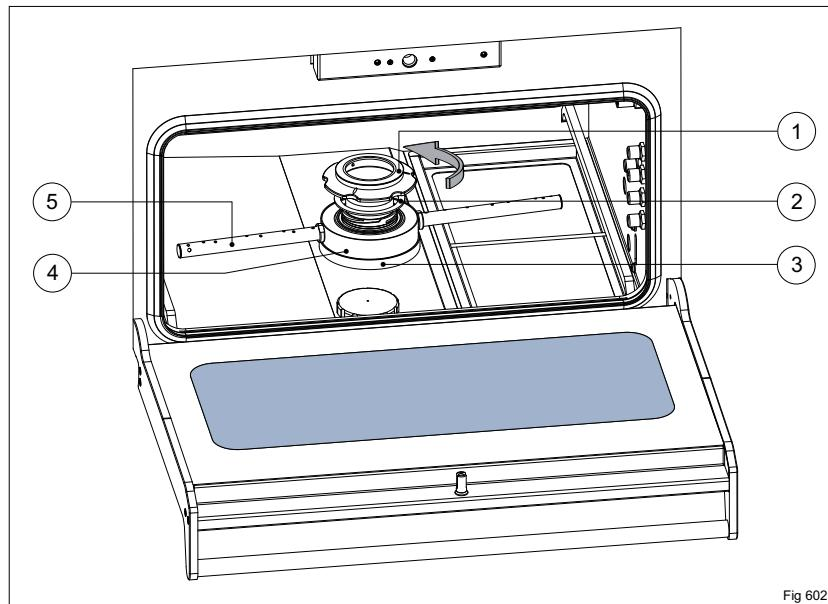

Fig 602
- ▶ Wascharmverschluss (Fig. 602 Pos.1) gegen Uhrzeigersinn aufdrehen und abnehmen